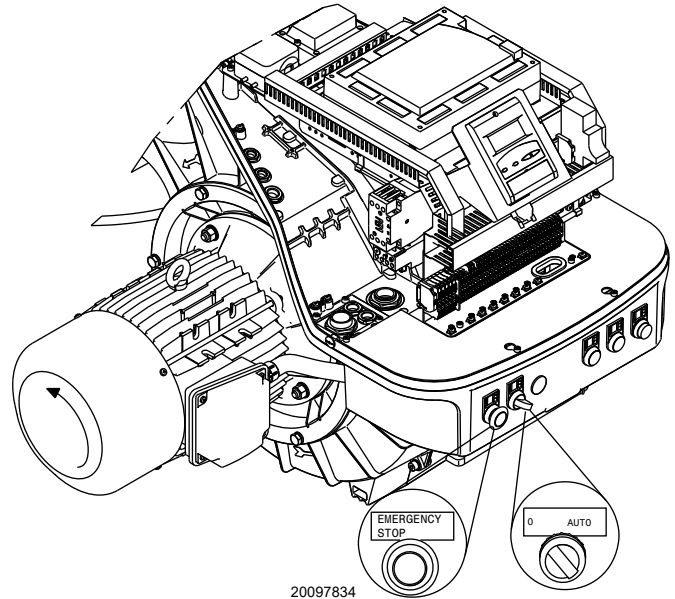

Abb. 21
Den Schalter auf die Position „**AUTO**“ (Abb. 21) stellen.
Beim Anlaufen des Brenners die Drehrichtung des Motors überprüfen, siehe (Abb. 21).
- Den Schalter auf Abb. 21 auf „**0**“ stellen und warten, bis das Steuergerät die Abschaltphase ausführt;
- durch entsprechende Betätigung des **0-AUTO**-Schalters auf Abb. 21 auf Seite 26.